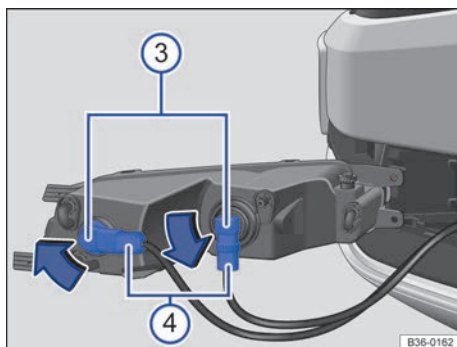

Fig. 279 Cambiar la lámpara del faro.
4. Tire del faro hacia delante y extráigalo del paragolpes → fig. 279.
5. Desbloquee el conector → fig. 279 ④ de la lámpara averiada y desacóplelo.
6. Para desbloquear la lámpara → fig. 279 ③, gírela en el sentido de la flecha y extráigala del faro.
8. Coloque la lámpara → fig. 279 ③ en el faro y gírela en el sentido contrario al de la flecha → fig. 279, hasta el tope, hasta situarla en su posición original.
10. Encaje el conector → fig. 279 ④ en la lámpara hasta que oiga que ha encastrado.